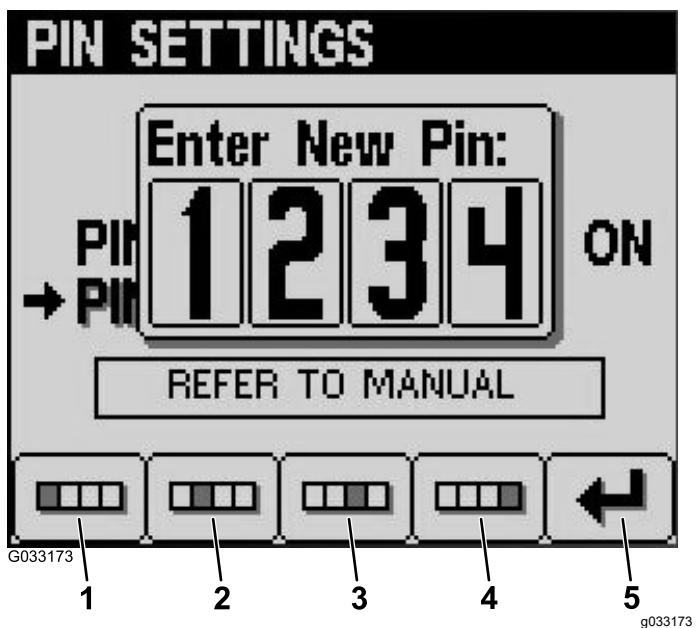

Figura 16
7. Introduza o PIN novo utilizando os botões 1 a 4 e prima o botão 5 quando concluir o novo PIN (Figura 16).